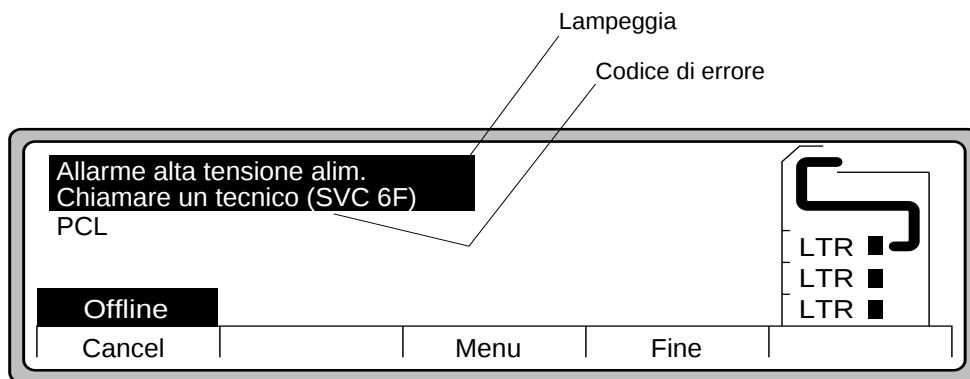

Figura 3-71 Chiamare un tecnico (rappresentante dell'assistenza tecnica)
1. La stampante potrebbe diagnosticare automaticamente il problema e probabilmente visualizzare il messaggio di errore, come mostrato nella Figura 3-71.